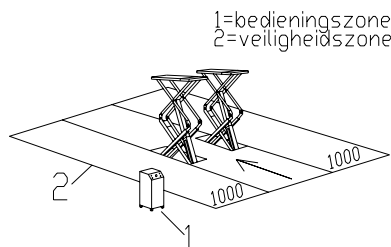

Fig.5
De veiligheidszone (Fig.5) wordt gedeeltelijk bepaald door de afmetingen van het te heffen voertuig.
De fabrikant wijst alle claims af van verwondingen aan personen of schade aan voertuigen en andere objecten veroorzaakt door incorrect en / of ongeoorloofd gebruik van de hefbrug. Tijdens stijg- en daalbewegingen moet de bediener zich in de bedieningszone (1) bevinden, zoals aangegeven in Fig.5. De aanwezigheid van personen in de veiligheidszone (2) is ten strengste verboden. De aanwezigheid van personen onder het voertuig is alleen toegestaan als het voertuig geparkeerd is in de geheven stand.